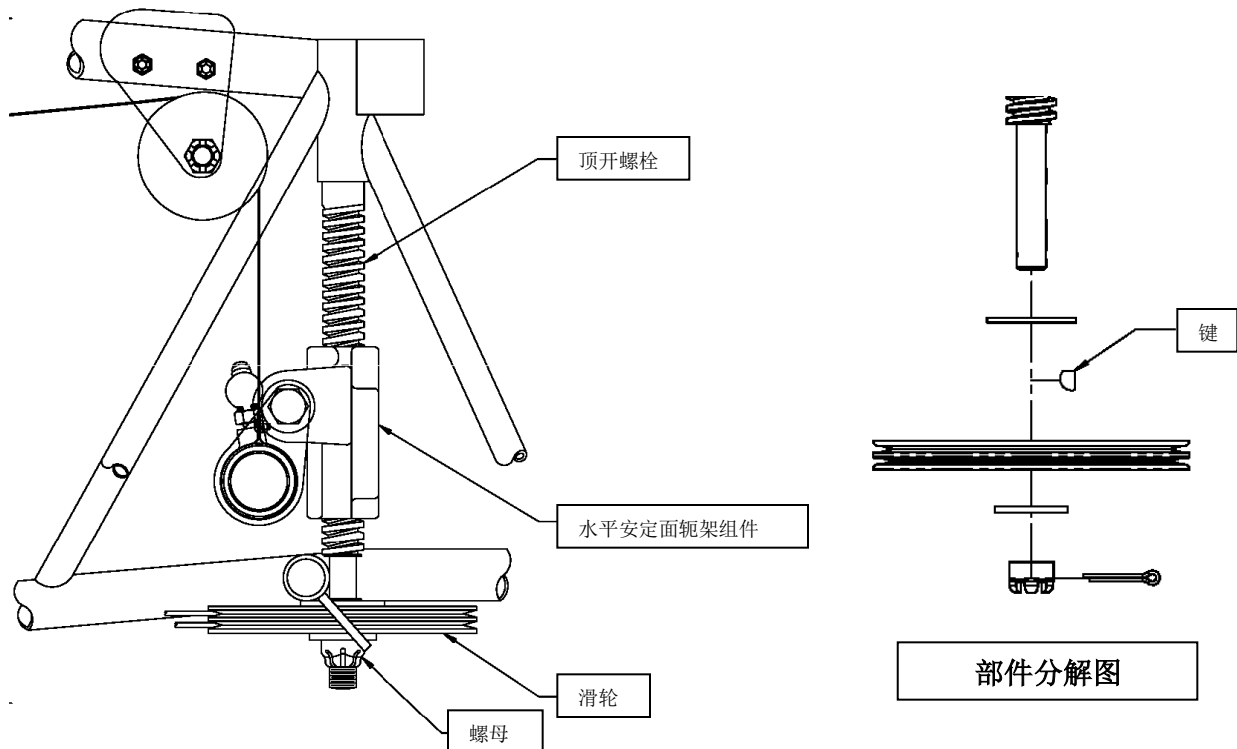

图 6 – 顶开螺栓拆除
6. 拆卸顶开螺栓下方滑轮底部的五金件(见图 6)，务必将键从顶开螺栓的槽中取出。让滑轮悬挂在水平安定面舵架组件下面。